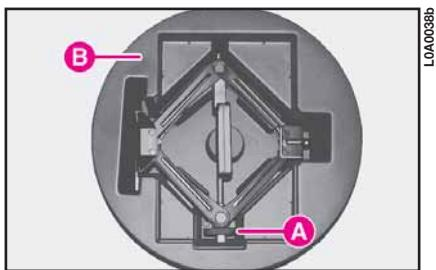

fig. 7
8) afloje con la mano la manivela A (fig. 7) del gato y sáquelo de la caja B;